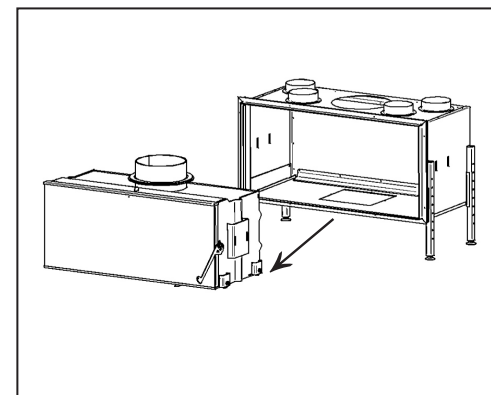

FIG. 4
- Fare scivolare la camera di combustione fuori dal cassonetto metallico (fig. 4)
- Faire glisser le corps de chauffe en dehors du caisson métallique (FIG.4)